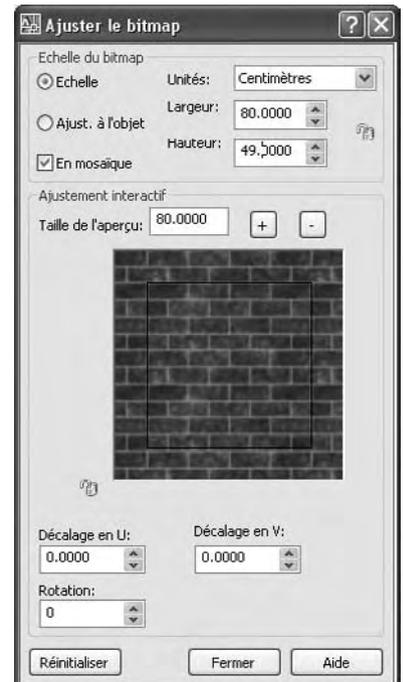

Fig.9.46
- 14 Cliquez sur le bouton d'ajustement du bitmap (Adjust Bitmap) qui permet d'afficher la boîte de dialogue **Ajuster le bitmap** (Adjust Bitmap) (fig.9.46).